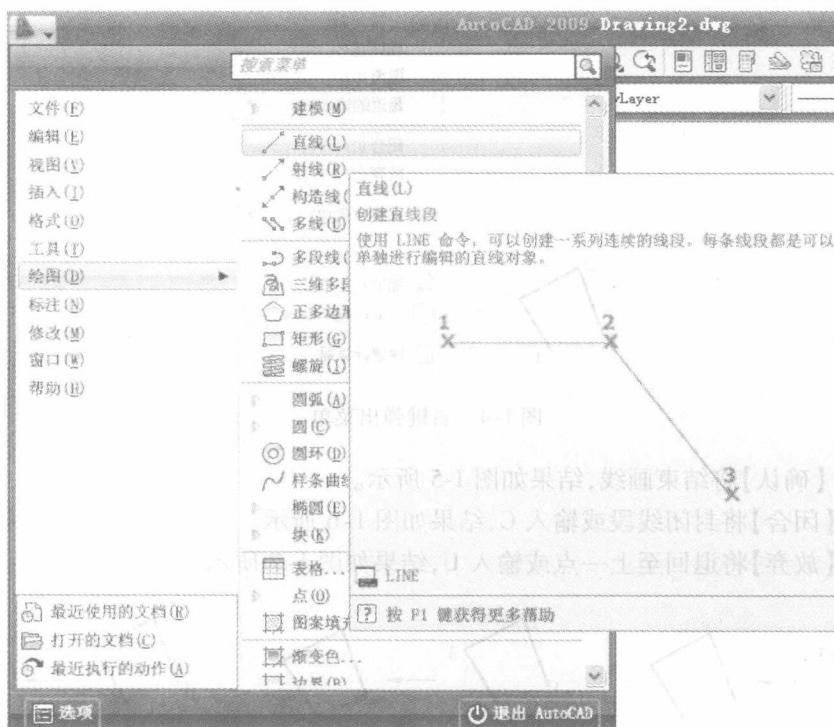

图 1-3 AutoCAD 2009 的菜单浏览器
- ① AutoCAD 2009 下拉菜单隐藏在标题栏左端的**菜单浏览器**按钮中,单击该按钮可展开菜单浏览器,选择相应操作,如果鼠标在某命令上停留片刻,系统将显示该命令的功能与图例,便于自学,如图 1-3 所示。
- ② AutoCAD 2009 将状态设置**捕捉****栅格****正交****极轴****对象捕捉****对象追踪****线宽****模型**改为按钮**捕捉****栅格****正交****极轴****对象捕捉****对象追踪****线宽****模型**;
- ③ AutoCAD 2009 将模型/布局标签**模型****布局1****布局2**改为按钮选项卡**模型****布局**。
单击菜单浏览器上的命令选项, 可以执行相应的命令。例如: 使用菜单【绘图】→【直线】命令, 也可以执行绘制直线的 line 命令, 如图 1-3 所示。